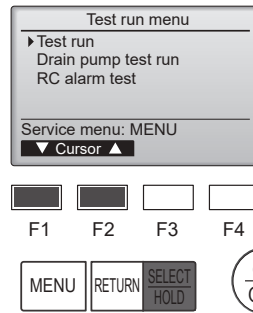

Fig. 6-4
- ④ Seleccione "Test run" (Modo prueba) con el botón [F1] o [F2], y pulse el botón [SELECT/HOLD] (Aceptar/Sujetar). (Fig. 6-4)